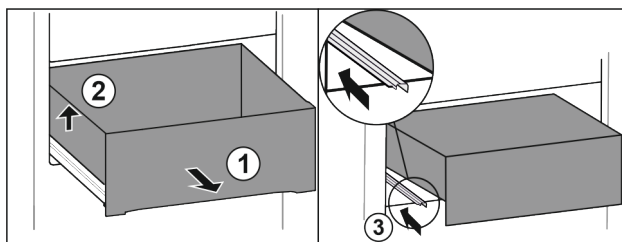

Fig. 21
- ▶ Вытяните выдвижной ящик до упора. Fig. 21 (1)
- ▶ Приподнимите выдвижной ящик слева. Fig. 21 (2)
- ▶ Вставьте левую направляющую. Fig. 21 (3)